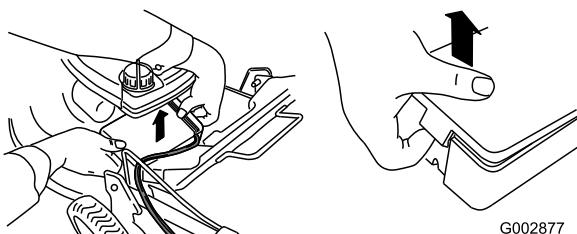

Figure 40
1. Dégagiez les deux extrémités du couvercle de la batterie et déposez le couvercle (Figure 40).